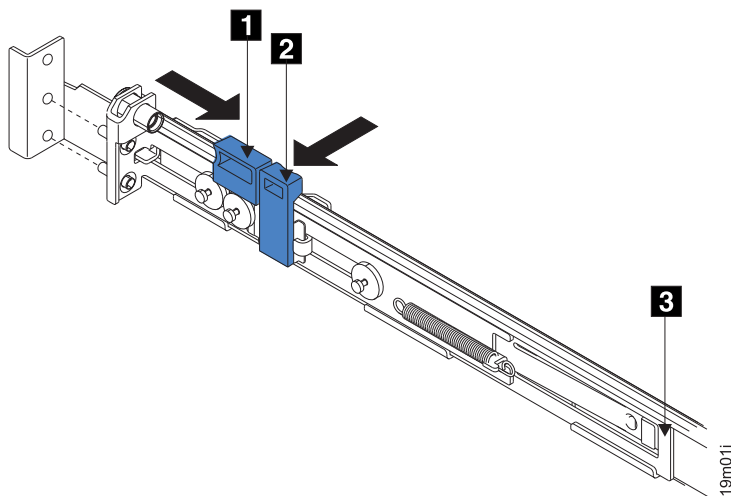

図 62. 後部のラッチ・ロック・キャリア・アセンブリーを開く
5. 後部レール・ブラケット **1** (図 62) を、止まるまでレールの前部に向かって押します。これで、レールはその一番短い長さに調整されます。